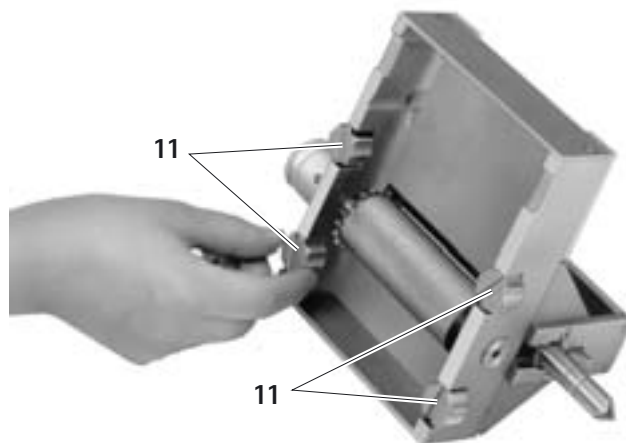

Рис. 1
- Режущий прибор **4** повернуть так, чтобы были видны четыре винта **11**, см. Рис. 1.